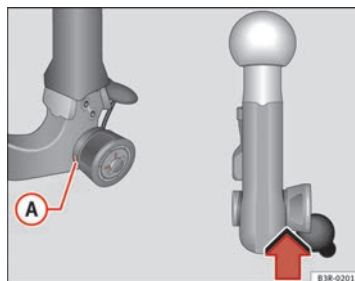

Fig. 171 Dispositivo desmontable para remolque: Comprobación de seguridad
- Compruebe si la marca verde **A** ⇒ fig. 171 de la rueda moleteada se encuentra en la zona negra de la rótula.